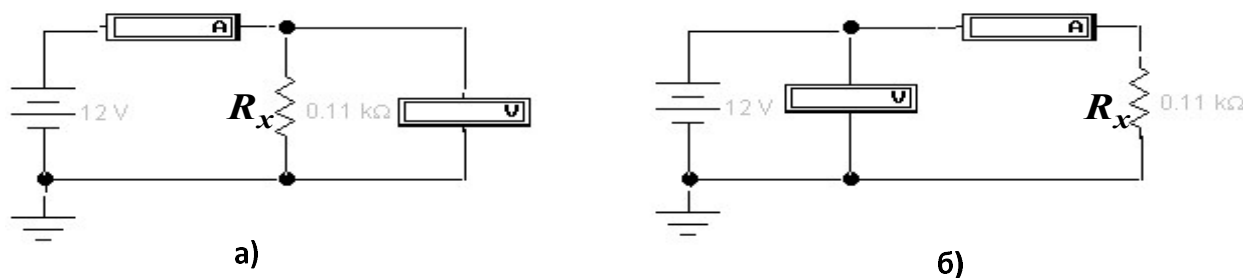

Рис. 3. Метод амперметра - вольтметра
III. Метод амперметра – вольтметра. Данный метод получил широкое распространение. Возможные варианты включения приборов по данному методу показаны на рис. 3.
При измерении сопротивления по схеме рис.3а приборы будут показывать:
При измерениях по схеме рис. 3б приборы будут показывать:
Однако при этом возникает методическая погрешность измерения сопротивления (то есть погрешность, обусловленная методом измерения) вследствие шунтирующего влияния сопротивления вольтметра при измерении тока в первой схеме (рис.3а) и влияния внутреннего сопротивления амперметра при измерении напряжения во второй схеме (рис.3б).
Измеренное значение сопротивления по схеме рис.3а будет определяться выражением
Измеренное значение сопротивления по схеме рис.3б:
Таким образом, схему на рис. 3а следует использовать при измерениях малых сопротивлений ( $R_V \gg R_x, R_A \approx R_x$ ), а схему на рис.3б - при измерениях больших сопротивлений ( $R_A \ll R_x, R_V \approx R_x$ ).
8. Собрать схемы (обе по очереди), представленные на рис.3, с параметрами: